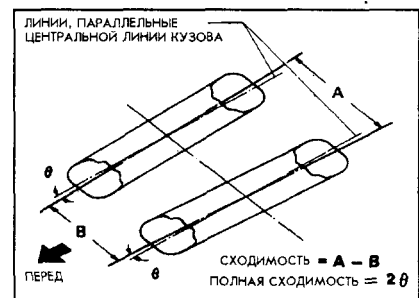

Рис. 7-33.
- Измерьте расстояния "А" и "В" на высоте центров ступиц колес (рис. 7-33). Полная сходимость определяется либо как разность А-В в миллиметрах, либо как угол 29 в градусах.